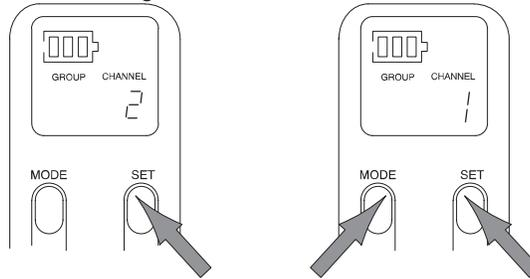

FIGURA 28
5. Per cambiare la direzione del numero del Gruppo o Canale, mantenga premuto il pulsante SET e premete il pulsante MODE, come illustrato in Figura 28.